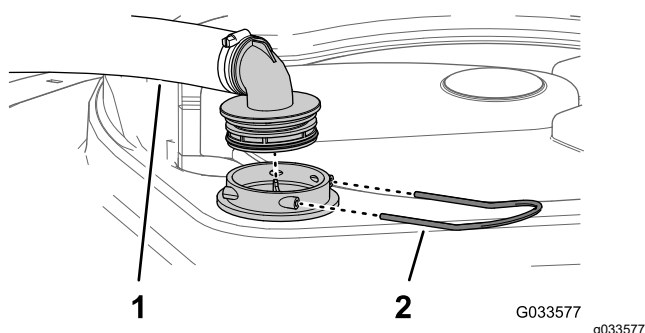

Figure 146
2. Au sommet de la cuve du pulvérisateur, retirez l'étrier qui fixe le raccord de flexible sur le grand flexible et le logement du filtre (Figure 146).
3. Retirez le flexible et le raccord du logement du filtre (Figure 146).